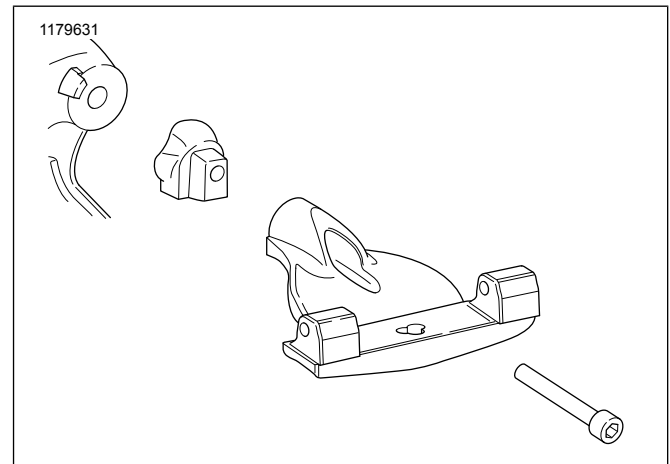

Figura 1. Instalación lado derecho: FXBR/S, FXBB, FLFB/S, FLSL, FXLR
2. **Para los modelos FXBR/S, FXBB, FLFB/S, FLSL y FXLR**, vea Figura 1. **Para los modelos FLSB, FLHC y FLDE**, vea Figura 2. Coloque el montaje de la placa apoyapiés. Aplique fijatornillos Loctite 243 al tornillo de casquete con cabeza de casquillo e insértelo a través del conjunto del tablero del piso y el adaptador adecuado, y dentro del agujero de montaje.